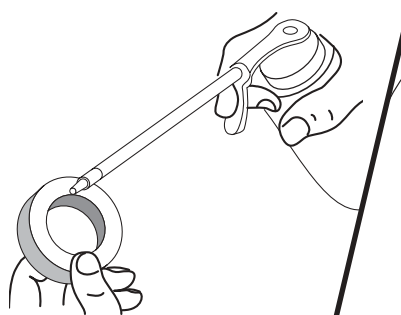

Figure 29
4. Appliquez assez d'huile propre SAE 30 pour enduire légèrement le filtre (Fig. 29).